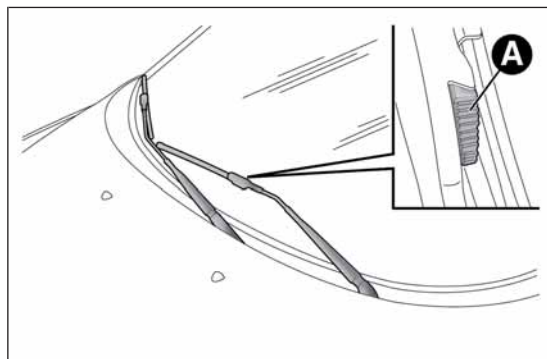

fig. 166
- solleva il braccio del tergicristallo, premi la linguetta A fig. 166 della molla di aggancio ed estrai la spazzola dal braccio;